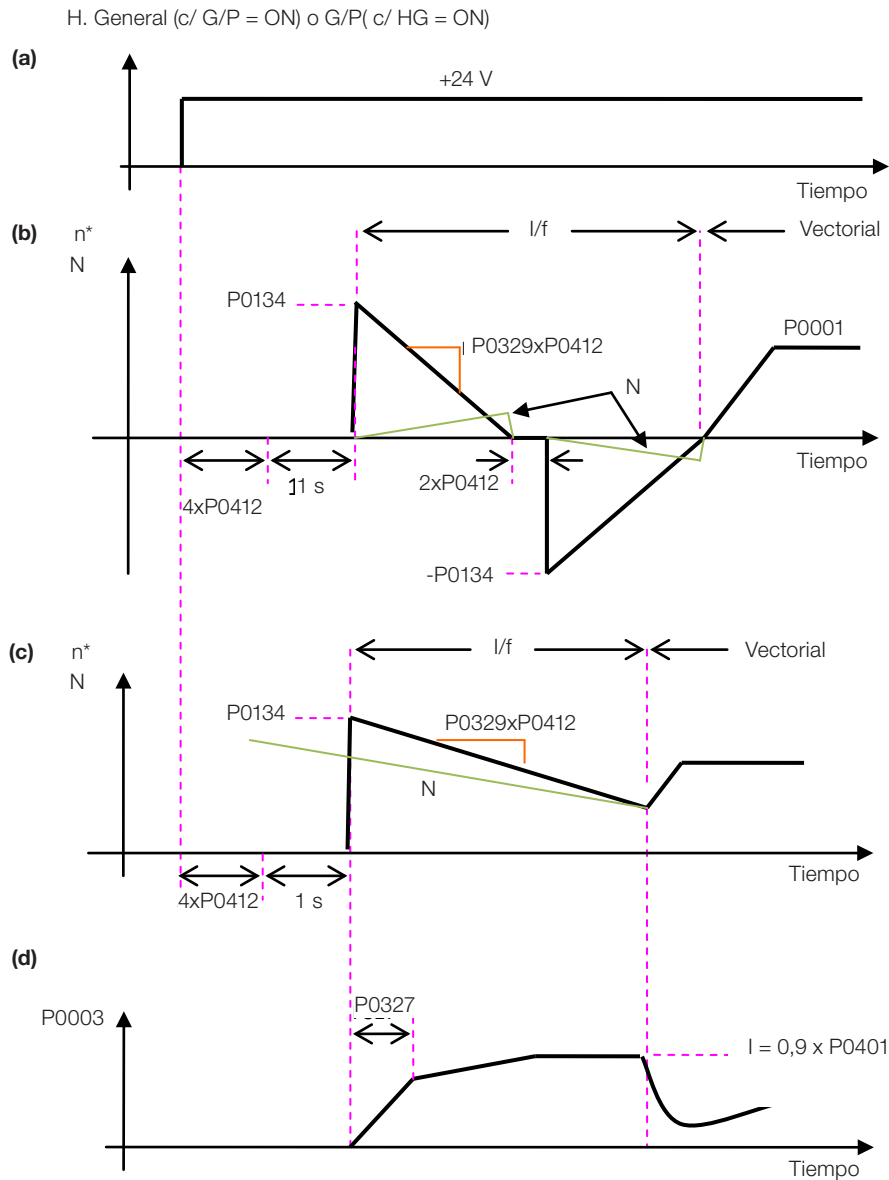

Figura 12.4: (a) a (d) Influencia de P0327 y P0329 durante el Flying Start (P0202 = 4)
El comportamiento de la Función Flying Start (FS) en el modo sensorless durante la aceleración y la reaceleración puede ser comprendido a partir de la Figura 12.4 en la página 12-11.
En la Figura 12.4 en la página 12-11 es presentado el comportamiento de la referencia de velocidad cuando la función FS es iniciada con eje del motor parado y P0329 pequeño (no optimizado).
En la Figura 12.4 en la página 12-11 es presentado la referencia de velocidad cuando la Función FS es iniciada con el eje del motor girando en el sentido deseado o con el eje parado y P0329 ya optimizado.